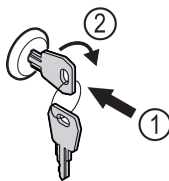

Fig. 184
- Inserire la chiave. Fig. 184 (1)
- Ruotare la chiave di 90° in senso orario. Fig. 184 (2)